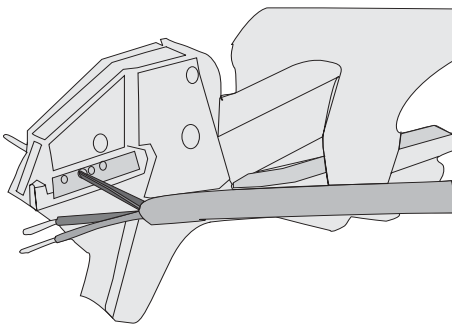

Fig 10.3 Montage de la prise de courant à bride
3. Engager le bloc de prise de courant à bride (4) avec l'ergot de guidage dans la rainure de guidage de la douille de prise de courant à bride (1) (Fig.10.3).